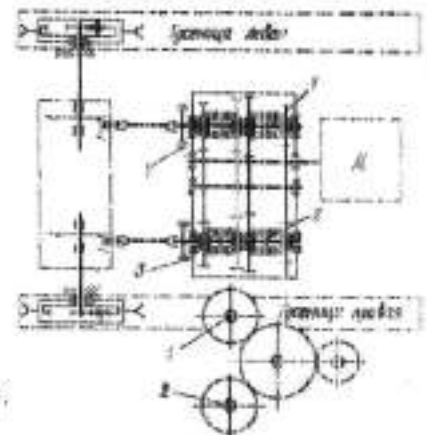

Рис.15.4.
2. Объясните работу трансмиссии при повороте трактора рис.15.4.